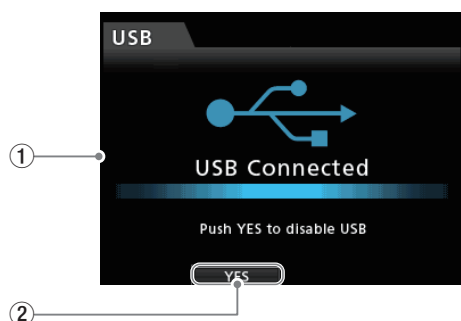

Fig 16
On the **"USB Connected"** screen (Fig. 16-①), press the **F2** button, which corresponds to the **"YES"** icon (Fig. 16-②), to return to the USB connection selection screen (Fig. 16-③).
Press the **F1** button, which corresponds to the **"NO"** icon (Fig. 16-④), to end USB connection and return to the **MENU** screen.
**"USB Connected"**(Fig16-①)の表示画面から、[YES]マーク(Fig16-②)に対応する**F2**ボタンを押し、USB接続選択画面(Fig16-③)に移動する。
[NO]マーク(Fig16-④)に対応する**F1**ボタンを押し、USB接続を解除して[MENU]画面に移動する。